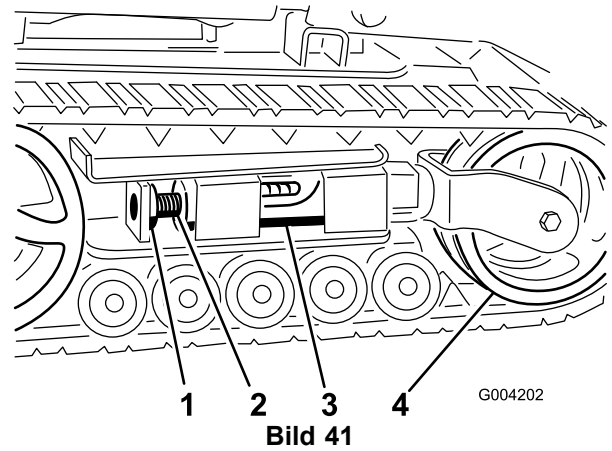
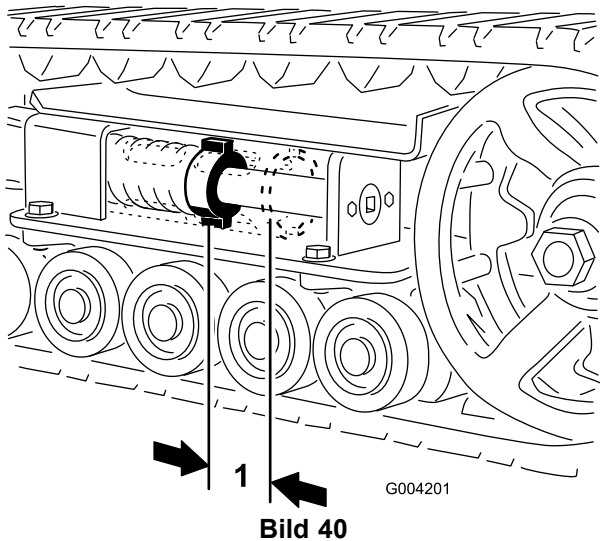
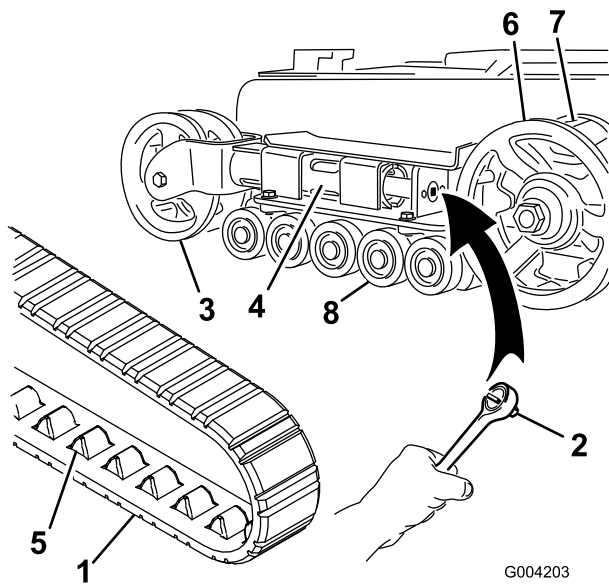
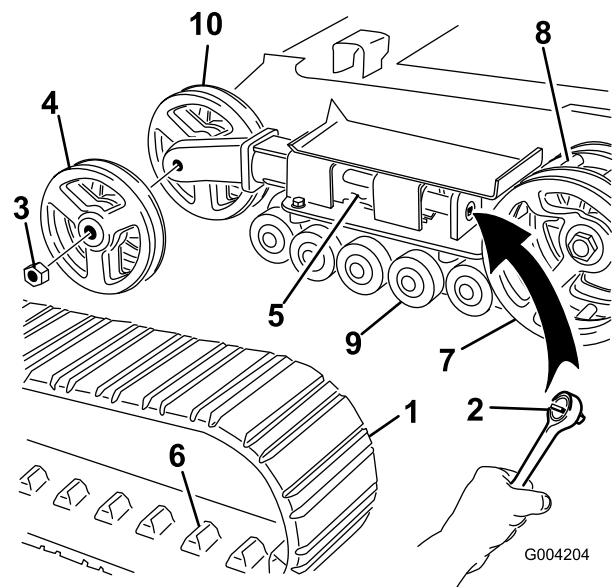

Bild 41
Bild 40
Bild 42
Bild 43
Zwischen der Spannungsmutter und der Rückseite des Spannungsrohrs sollte ein Abstand von 7 cm sein (Bild 40). Stellen Sie ansonsten die Kettenspannung wie folgt ein:
- Drehen Sie die Spannschraube mit einem Sechskantschlüssel (1/2 Zoll) (Bild 42) nach links, bis der Abstand zwischen der Spannmutter und der Rückseite des Spannungsrohrs 7 cm beträgt (Bild 40).
- Richten Sie die am nächsten liegende Kerbe in der Spannschraube mit dem Loch der Befestigungsschraube aus und befestigen Sie die Schraube mit der Befestigungsschraube und Mutter (Bild 41).
- Entfernen Sie die Befestigungsschraube und Mutter (Bild 41).
- Lösen Sie die Antriebsspannung mit einem Sechskantschlüssel (1/2 Zoll), indem Sie die Spannschraube nach rechts drehen (Bild 41 und Bild 42).
5. Drücken Sie das Spannrads zur Rückseite der Maschine, um den Druckschlauch gegen den Rahmen zu bewegen (Bild 42). (Wenn es den Rahmen nicht berührt, drehen Sie die Spannschraube so lange, bis es funktioniert.)
7. Wenn Sie die Kette vom Spannrads entfernt haben, entfernen Sie sie auch vom Antriebsrad und den Straßenrädern (Bild 42).
8. Legen Sie die neue Kette, beginnend beim Antriebsrad, um das Rad und stellen Sie sicher, dass die Stollen an der Kette zwischen die Zahnrads am Rad passen (Bild 42).
9. Drücken Sie die Kette unter und zwischen die Straßenrädern (Bild 42).
11. Drehen Sie die Spannschraube nach rechts, bis der Abstand zwischen der Spannmutter und der Rückseite des Abzweigschlauchs 7 cm beträgt (Bild 40).
3. Entfernen Sie die Befestigungsschraube und Mutter (Bild 41).
4. Lösen Sie die Antriebsspannung mit einem Sechskantschlüssel (1/2 Zoll), indem Sie die Spannschraube nach rechts drehen (Bild 41 und Bild 43).
5. Drücken Sie das Spannrads zur Rückseite der Maschine, um den Druckschlauch gegen den Rahmen zu bewegen (Bild 43). (Wenn es den Rahmen nicht berührt, drehen Sie die Spannschraube so lange, bis es funktioniert.)
6. Nehmen Sie die Mutter ab, mit der das äußere Spannrads befestigt ist. Nehmen Sie das Rad ab (Bild 43).
7. Nehmen Sie die Kette ab (Bild 43).
8. Nehmen Sie die Mutter ab, mit der das innere Spannrads befestigt ist. Nehmen Sie das Rad ab (Bild 43).
12. Setzen Sie das innere Spannrad ein und befestigen Sie es mit der vorher abgenommenen Mutter (Bild 43).
14. Montieren Sie die neue Kette. Achten Sie darauf, dass die Stollen in der Kette zwischen die Zahnräder in der Mitte des Antriebsrads passen (Bild 43).
15. Setzen Sie das äußere Spannrad ein und befestigen Sie es mit der vorher abgenommenen Mutter (Bild 43).
17. Drehen Sie die Spannschraube nach rechts, bis der Abstand zwischen der Spannmutter und der Rückseite des Abzweigschlauchs 7 cm beträgt (Bild 40).